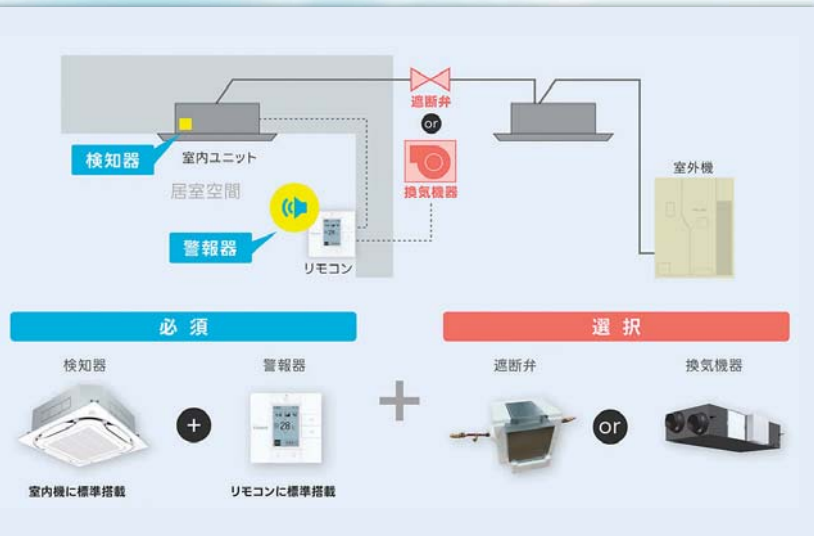

図4 ダイキンにおける安全対策設備の概要
③ 上記の安全対策ガイドラインについて、ダイキンにおける対応について記載します（図4）。ダイキンでは、ほぼ全ての室内ユニットに冷媒漏えいセンサーを標準搭載しているため、検知器の設置位置検討や現場での施工工数を削減できます。また、配管接続部には製品に同梱されている、ねじ接合継手の「フレアレスジョイント」を使用する事で、漏えい想定箇所から除外、漏れ箇所を持たない空調システムを実現できます。さらに「警報器」についても、ダイキンでは警報器をリモコンに標準搭載しているため、設置位置の検討や積算、設置作業は不要です。